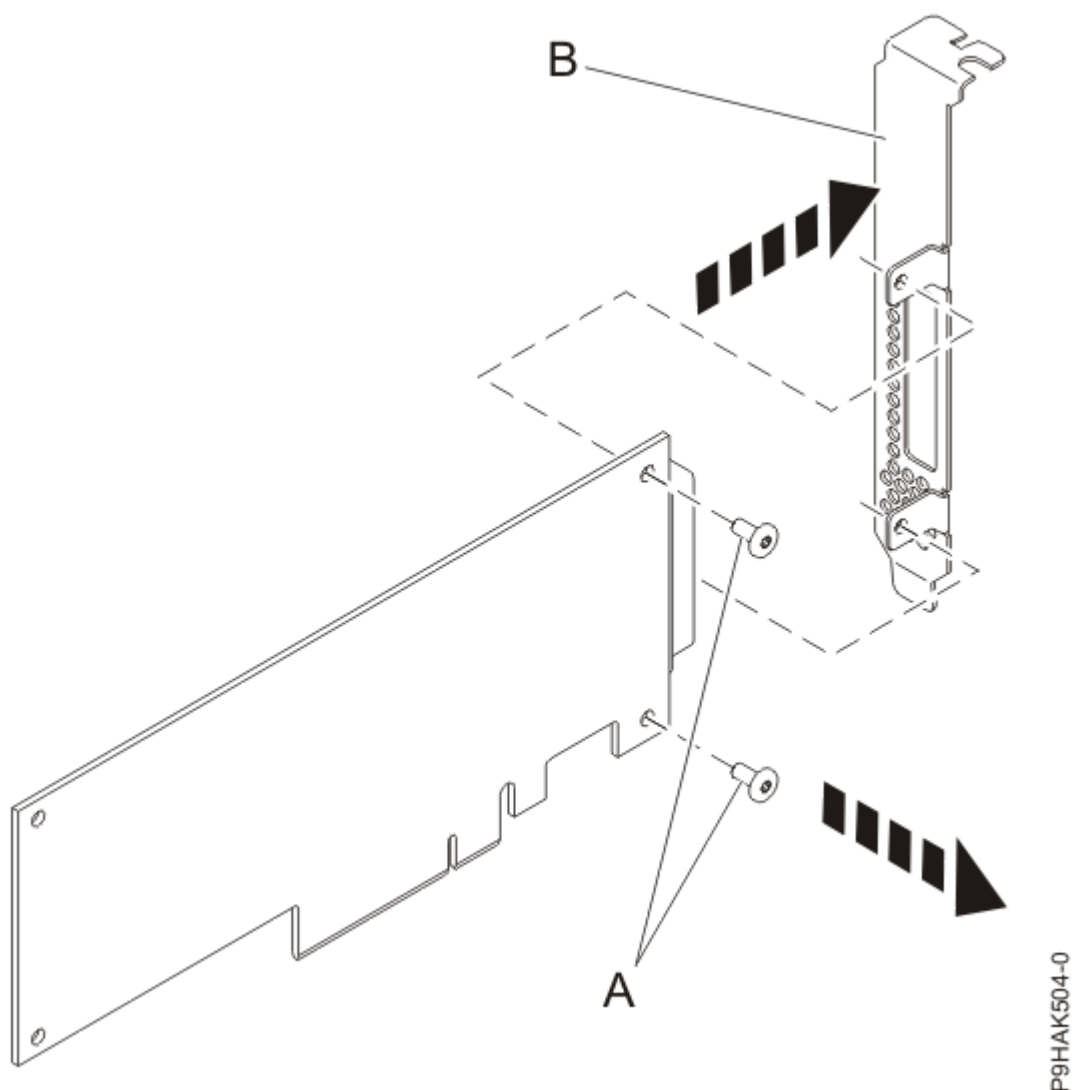

図 67. 新しいアダプターからのハイプロファイル・テール・ストックの取り外し
8. 91 ページの図 67 に示すように、プラスのねじ回しを使用して、ハイプロファイル・テール・ストック (B) を新しいアダプターに取り付けている 2 個の留めねじ (A) を外します。